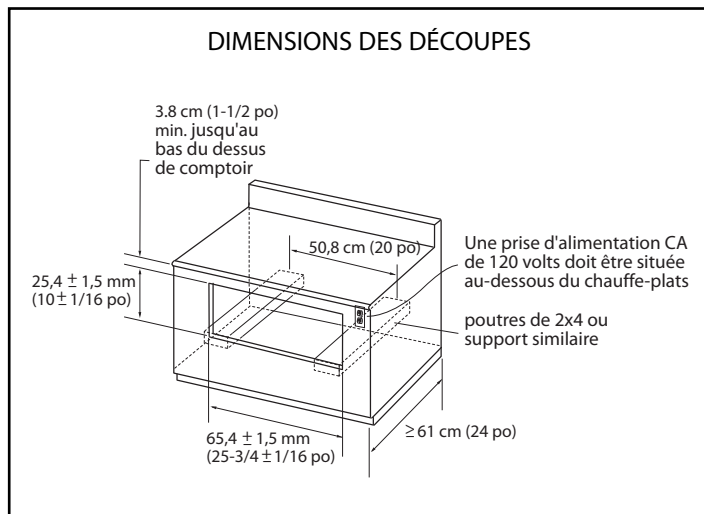

Fig. 1
La profondeur du boîtier, à partir de la bordure extérieure de la face avant jusqu'au fond du boîtier ou au mur, doit mesurer 61 cm (24 po) minimum (voir Fig.1).
** Le fonds de l'ouverture doit être fait d'un contre-plaqué assez solide pour supporter le poids du four et sa charge (ou utiliser une construction 2 x 4 - voir Fig. 1).